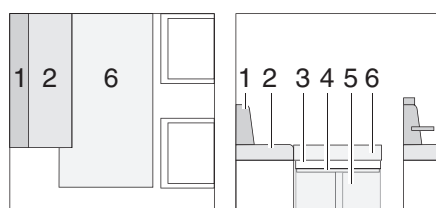

Bild 63 Nach dem Umbau (Zusatzbett)
- Das Zusatzpolster (Bild 63,6) auf den Tisch und die Bettverlängerung legen.